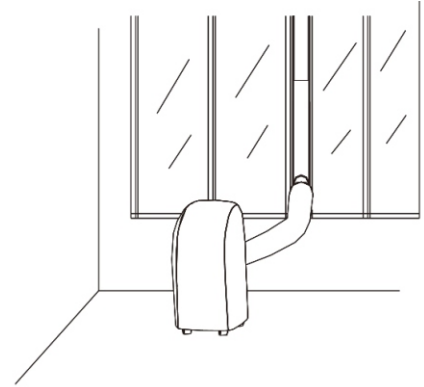

Fig.11
12. L'ensemble de l'unité est bien assemblé, comme illustré sur le schéma de la figure 11.